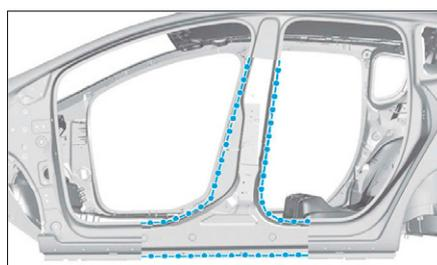

FIG. 67
• Préparer les zones d'accostage et les protéger par un apprêt soudable indice "C7" (Fig.67).